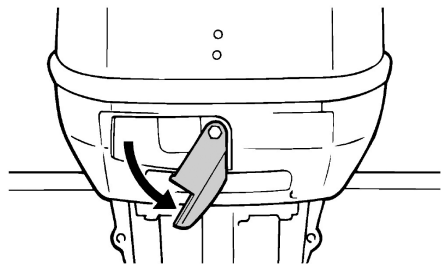

Рис. 18 Снятие кожуха двигателя
2. Переведите рычаг замка кожуха двигателя вниз до упора (Рис. 18) и снимите кожух двигателя.